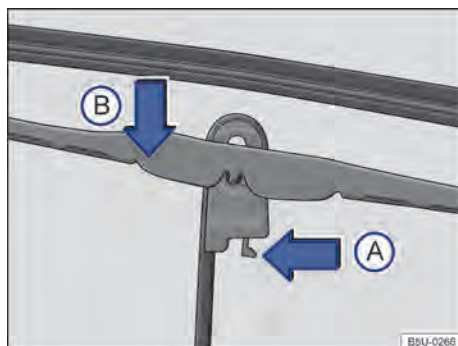

Fig. 107 Substituir as palhetas dos limpadores do para-brisa.
- Colocar a palheta em uma posição perpendicular em relação ao braço → Fig. 107.
- Apertar a trava de segurança no sentido da seta ①.
- Desencaixar a palheta no sentido da seta ②, deslocar no sentido oposto ao braço do limpador e remover no sentido oposto ao da seta ③.